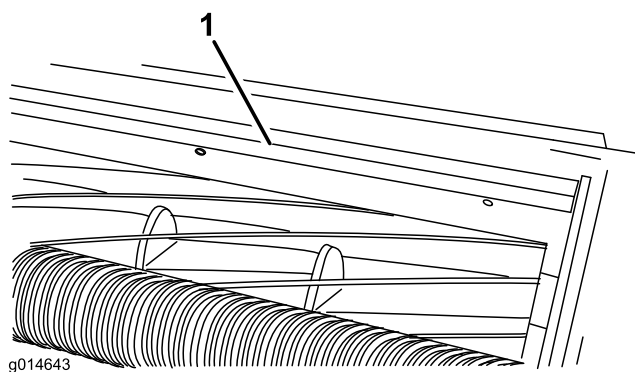

Figure 11
1. Desserrez les vis de fixation de la barre supérieure (Figure 11) au plateau de coupe.